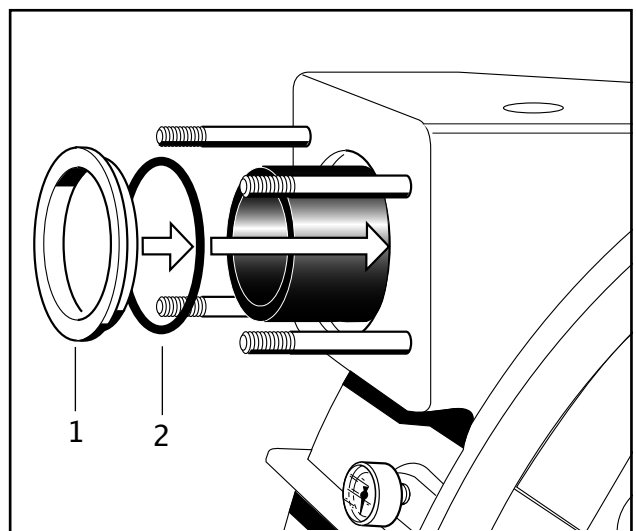

Рис. 22 Монтаж установочного кольца
5. Сначала полностью смонтировать патрубок с нагнетательной стороны. Монтаж нового уплотнительного кольца круглого сечения (поз. 2, рис. 22) осуществлять перед дистанционным кольцом (поз. 1, рис. 22).